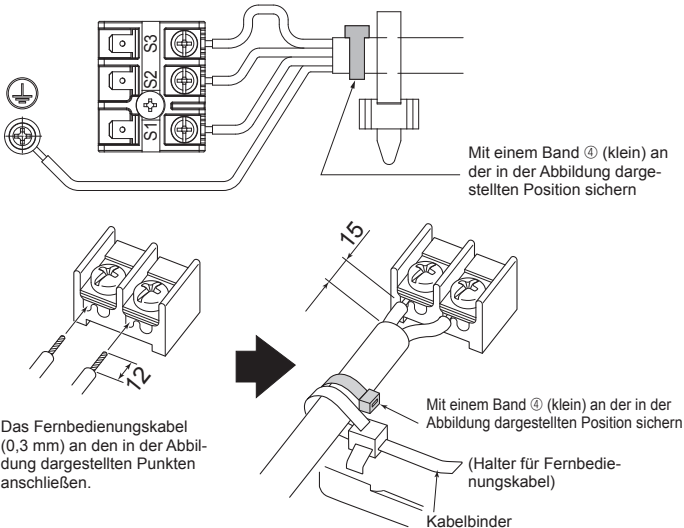

Fig. 7-5
7.2. Innengerät (Fig. 7-3) (Fig. 7-4) (Fig. 7-5)